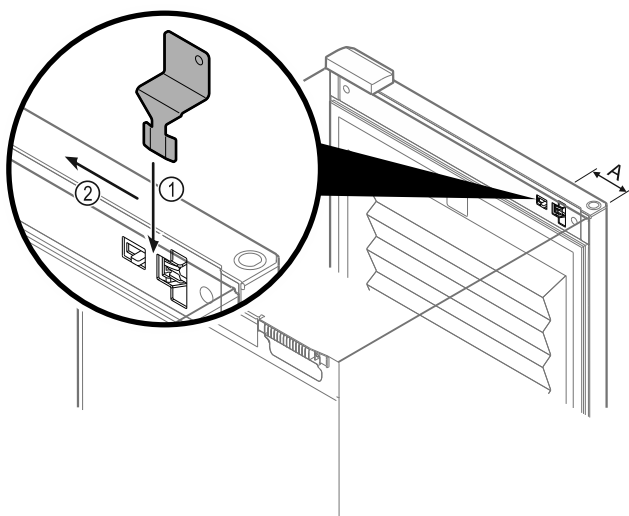

Fig. 90
- ▶ Umieścić klucz odblokowania awaryjnego w określonym miejscu Fig. 90 (A) ≈ 100 mm.
- ▶ Włożyć klucz odblokowania awaryjnego pomiędzy drzwi i korpus urządzenia od góry do oporu Fig. 90 (1).
- ▶ Pociągnąć klucz odblokowania awaryjnego w kierunku zawiasu Fig. 90 (2).